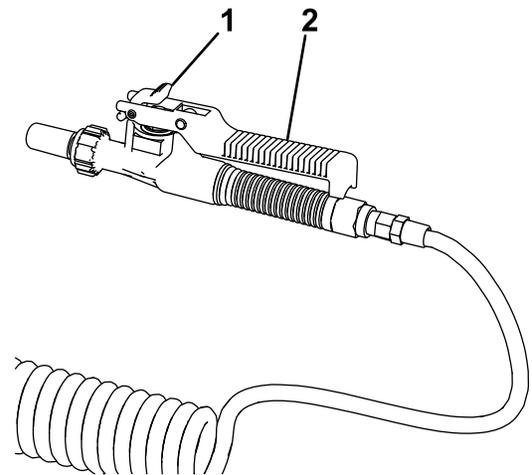

Figure 23
4. Serrez la poignée du pistolet-pulvérisateur pour commencer à pulvériser (Figure 23).